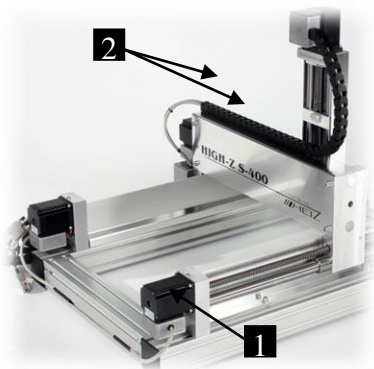

Abb. 28: Linearführungen der X- und Z-Achse
- 2 Linearführungen der X-Achse (Abb. 28 /1) und der Z-Achse (Abb. 28 /2) mit einem Leichtlauföl benetzten Putzlappen **DIN 61650** einölen oder alternativ das Öl mit einem dafür geeigneten Pinsel aufzutragen.